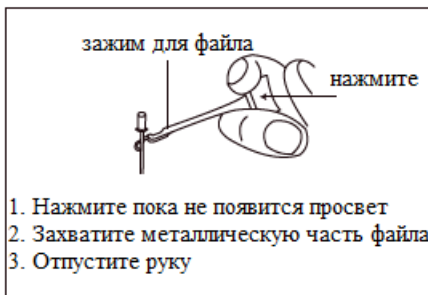

Рисунок 20
4.2.5 Закрепите файл с помощью файлового зажима, продвигайтесь к верхушке, будет непрерывный сигнал тревоги, когда расстояние меньше 2 мм [Рисунок 20].